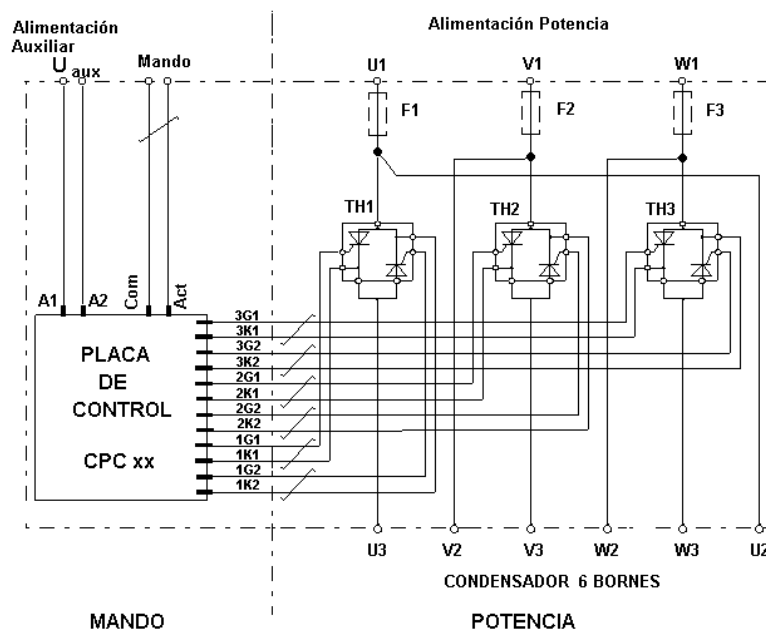

Fig. 4-3 .- Esquema básico de conexión de la **CPCxx** al bloque de potencia
En la Fig. 4-3 pueden verse los distintos modelos de baterías estáticas EMK y los componentes esenciales de las mismas. Nótese que algunos elementos de protección son opcionales y otros pueden ser substituidos por modelos equivalentes o adaptados a la aplicación específica.
La función de las placas **CPC** es controlar la conexión al paso por cero de los tiristores, evitando transitorios de conexión. El esquema tipo de conexión de un paso puede verse en la Fig. 4-3 y con más detalle en el esquema del apartado 10.
- Asegúrese de que el magnetotérmico interior que arranca el regulador (indicado como protección de maniobra en la fig. 4.3) está conectado